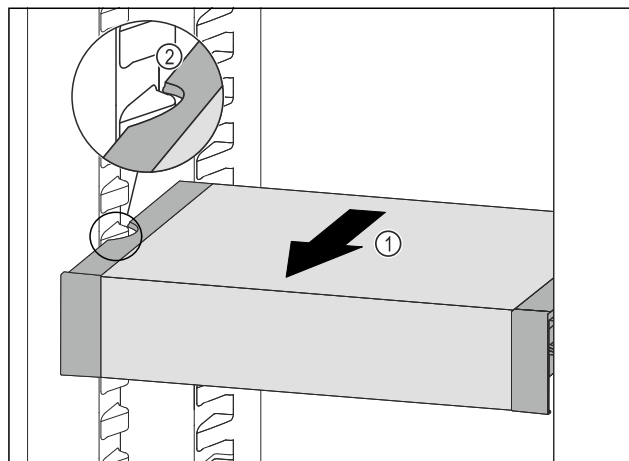

Fig. 97
- Tirer le VarioSafe vers l'avant Fig. 97 (1) jusqu'à ce que les encoches latérales du VarioSafe se trouvent au niveau de la nervure du bac dans la partie réfrigérateur. Fig. 97 (2)